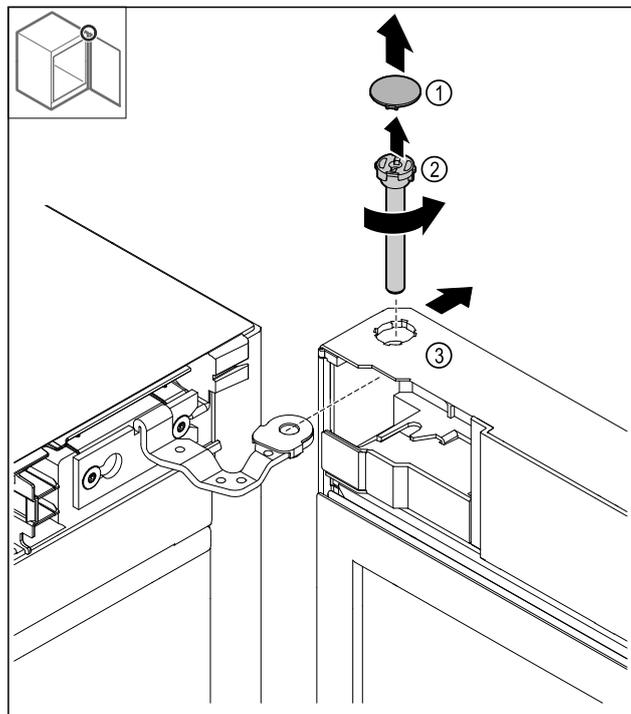

Fig. 19
- Rimuovere la copertura Fig. 19 (1).
- Allentare i bulloni Fig. 19 (2) in senso antiorario e rimuoverli.
- Ribaltare leggermente la porta Fig. 19 (3).